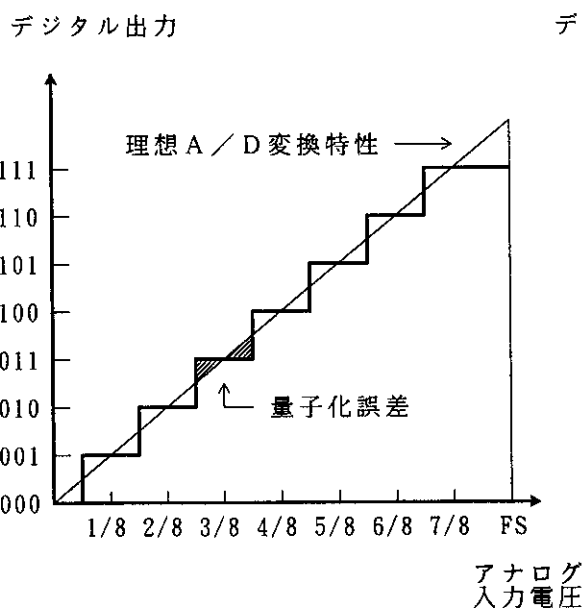

図 14.9 A / D 変換精度の定義(1)
- 量子化誤差 …… A / D 変換器が本質的に有する偏差であり、 $1 / 2 \text{ LSB}$ で与えられる (図 14.9)